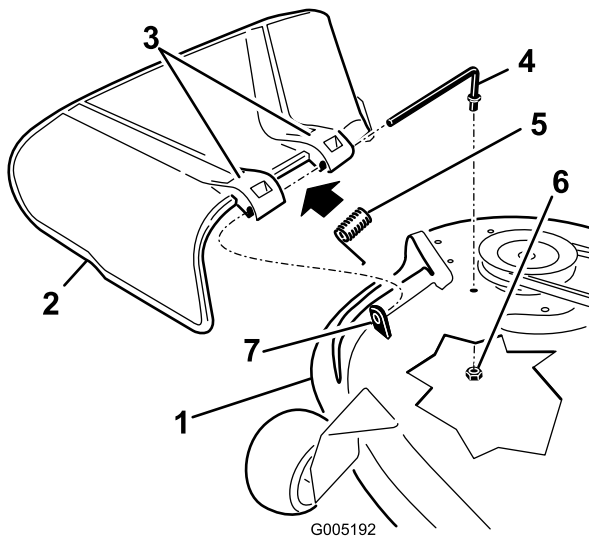

Figure 67
- Repérez les éléments illustrés à la Figure 67.
- Retirez l'écrou (3/8 po) de la tige, sous le tablier de coupe (Figure 67).
- Sortez la tige de la courte cheville de positionnement, du ressort et du déflecteur d'herbe (Figure 67). Enlevez le déflecteur s'il est endommagé ou usé.
- Remettez en place le déflecteur d'herbe (Figure 67).
- Placez le ressort sur la tige, les fils d'extrémité dirigés vers le bas, entre les supports du déflecteur d'herbe. Insérez la tige dans le deuxième support du déflecteur d'herbe (Figure 67).
- Insérez la tige à l'avant du déflecteur dans la courte cheville de positionnement sur le tablier. Fixez l'extrémité arrière de la tige dans le tablier de coupe à l'aide d'un écrou (3/8 po) (Figure 67).